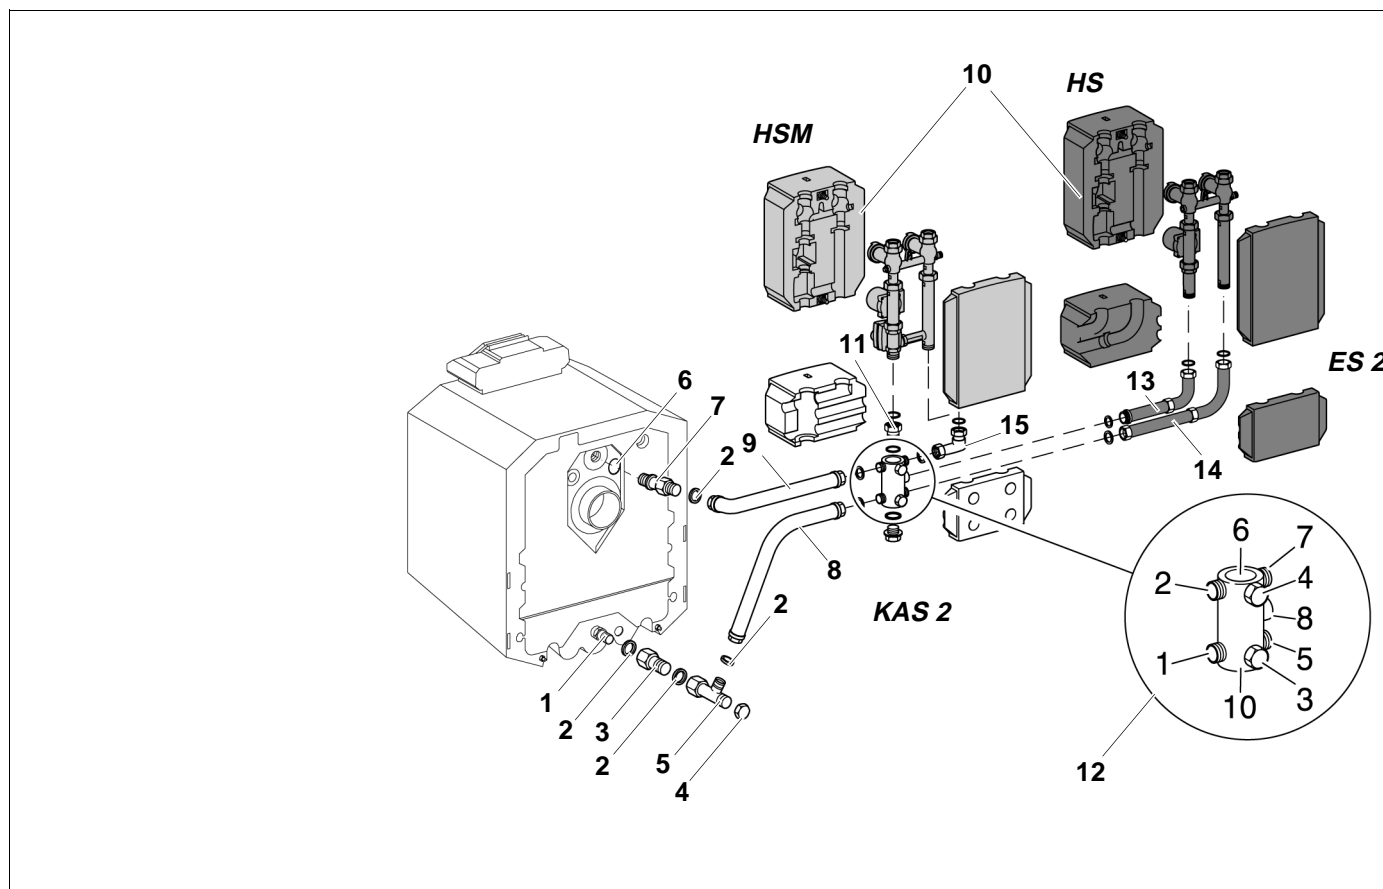

Fig. 5 Montaggio perpendicolare laterale a sinistra (rispetto all'asse della caldaia vista dall'alto)
Legenda Fig. 5
- Inserire le guarnizioni nell'adattatore (11) e nel raccordo ad angolo filettato (15).
- Avvitare i set del circuito di riscaldamento con miscelatore (HSM) o senza miscelatore (HS) come illustrato in Fig. 5.
- Avvitare il doppio nipplo (13) con l'O-Ring all'uscita Nr. 8 del collettore di distribuzione multifunzione.
- Montare il tubo curvo con la guarnizione (lato lungo) (Fig. 5).
- Inserire la guarnizione nel collegamento a vite del raccordo intermedio (14) come illustrato in Fig. 5. Quindi avvitare il raccordo intermedio all'uscita Nr. 5 del collettore di distribuzione multifunzione.
- Montare il tubo curvo con la guarnizione (lato corto) (Fig. 5).
- Avvitare il set del circuito di riscaldamento con miscelatore (HSM) o senza miscelatore (HS) come illustrato in Fig. 5.